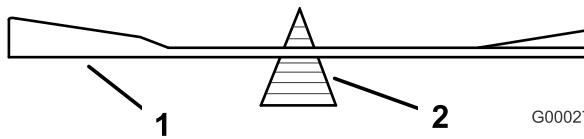
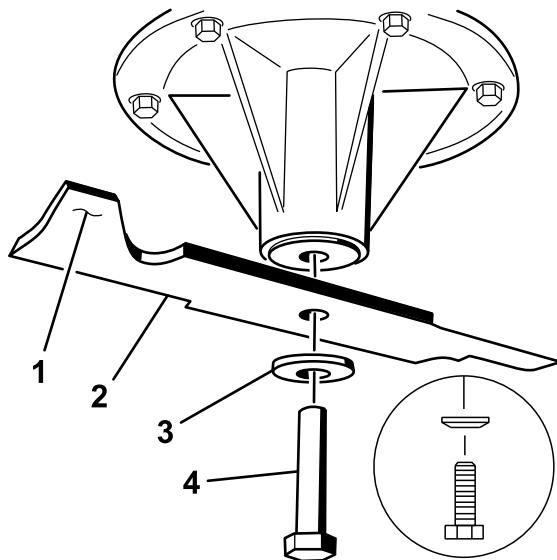

Figure 81
Figure 82
2. Retirez le boulon, la rondelle élastique et la lame de l'axe (Figure 82).
2. Vérifiez l'équilibre de la lame en la plaçant sur un équilibrEUR (Figure 81). Si la lame reste horizontale, elle est équilibrée et peut être utilisée. Si la lame est déséquilibrée, limez un peu l'extrémité de l'ailette seulement (Figure 82). Répétez la procédure jusqu'à ce que la lame soit équilibrée.
1. Placez la lame sur l'axe (Figure 82).
2. Montez la rondelle bombée et le boulon de la lame. Le cône de la rondelle bombée doit être dirigé vers la tête du boulon (Figure 82). Serrez le boulon de la lame à un couple de 115 à 150 N·m.